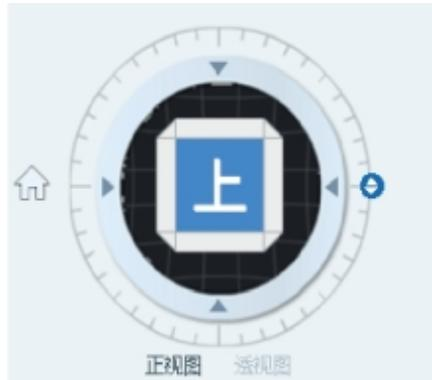

图7-1-3 选择视图
②选择视图。在软件下方找到“视图导航器”，选择“正视图”，选择视图方向为“上”，如图7-1-3所示。